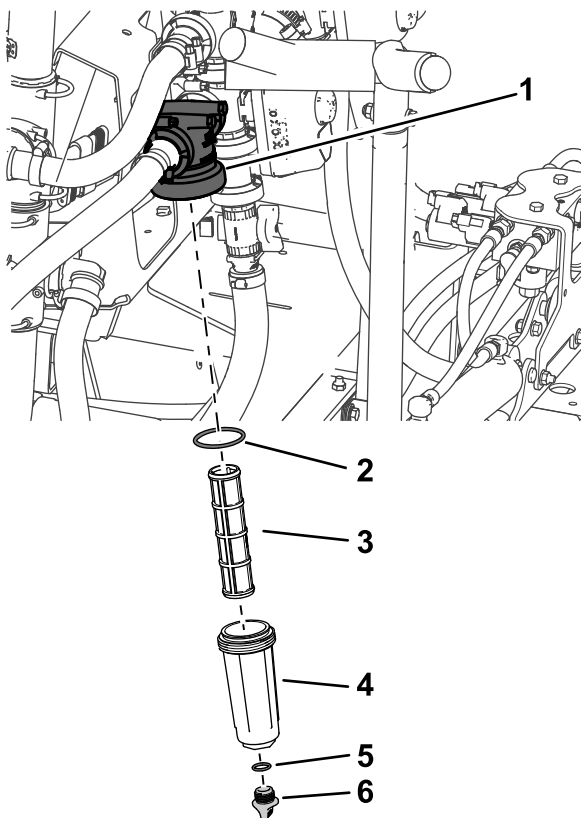

Figure 88
2. Coloque un recipiente de drenaje debajo del filtro de presión (Figure 88).
3. Gire el tapón de vaciado en sentido antihorario y retírelo de la cubeta del filtro de presión (Figure 88).
4. Enrosque la cubeta en sentido antihorario y retire la cabeza del filtro (Figure 88).
5. Retire el elemento del filtro de presión (Figure 88).
7. Inspeccione la junta del tapón de vaciado (situada dentro de la cubeta) y la junta de la cubeta (situada dentro de la cabeza del filtro) en busca de daños o desgaste (Figure 88).
8. Instale el elemento del filtro de presión en la cabeza del filtro (Figure 88).
9. Instale la cubeta en la cabeza del filtro, y apriétela a mano (Figure 88).
10. Coloque el tapón de vaciado en el acoplamiento inferior de la cubeta, y apriete el tapón a mano (Figure 88).